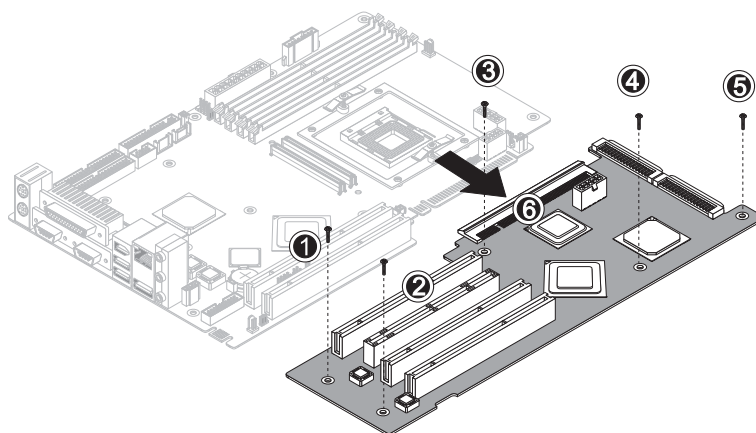

РИСУНОК 4-27 Удаление крепежных винтов и снятие платы расширения
7. Отсоедините пять винтов, крепящих плату расширения к корпусу системы (см. РИСУНОК 4-27, элементы 1–5).